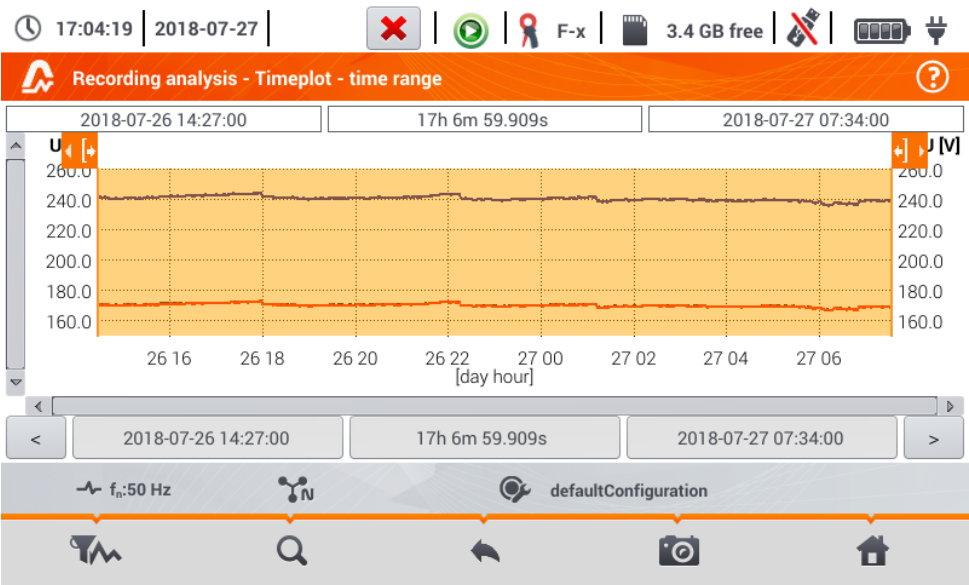

Fig. 5.19. Aufnahme Zeitdiagramm
Wurde wie in Abschn. 5.8 Schritt ③ das  Symbol ausgewählt, wird wie in Fig. 5.19 folgend Darstellung angezeigt.